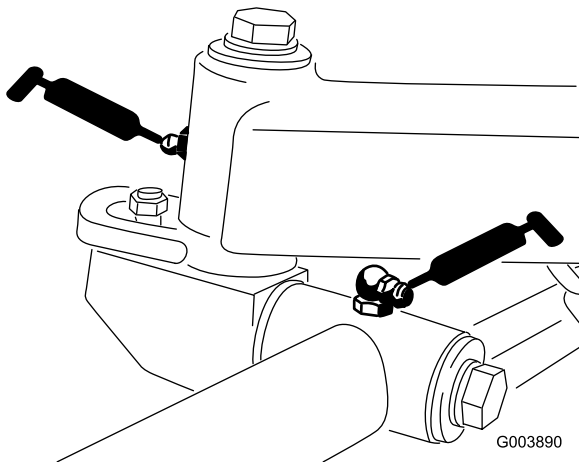

Bild 43
- 2 Schmiernippel am Trägerrahmen und Gelenk jedes Mähwerks (10 insgesamt) (Bild 43)